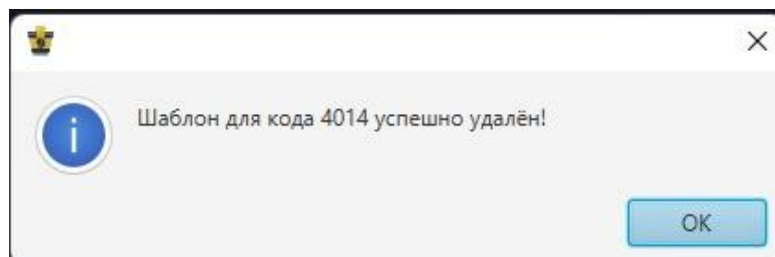

Рисунок 2.13 – Модальное окно об успешном удалении
- 3) получить уведомление об успешном удалении (рисунок 2.13).